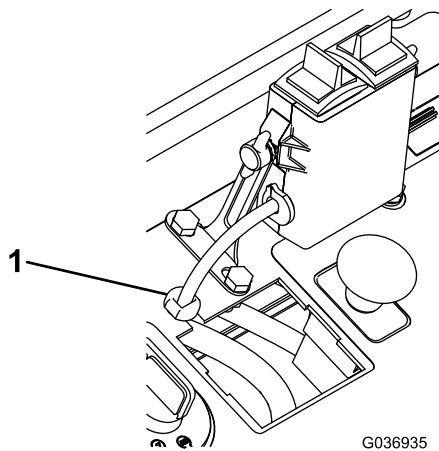

Figure 4
5. Fixez le presse-étoupe au câble du contrôleur à 7 cm (3 po) approximativement du contrôleur (Figure 4).
6. Passez le câble du contrôleur dans l'ouverture du compteur horaire et glissez le presse-étoupe dans l'ouverture pratiquée à l'opération 2 (Figure 4).